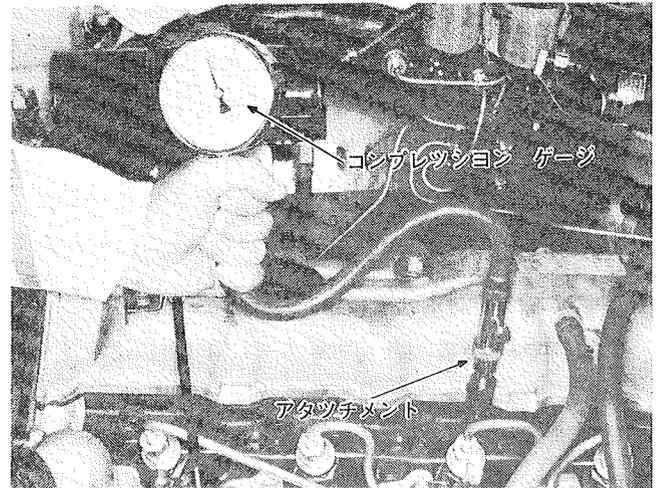

図4-325 コンプレッション測定
3. No.1 シリンダのグロー プラグを取りはずしたネジ穴に、アタッチメント (グロー プラグ用) を介してデイゼル エンジン用コンプレッション ゲージを取り付ける。(図4-325)